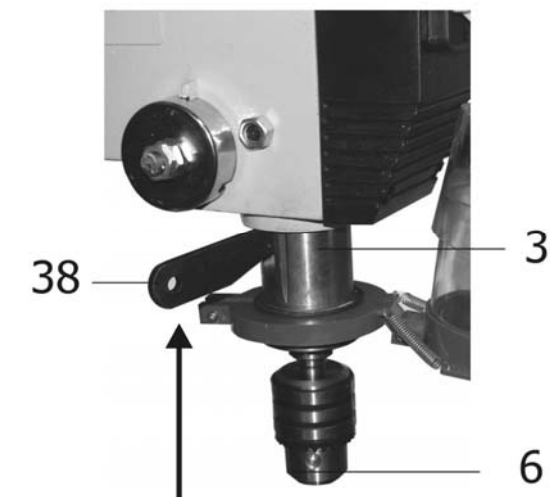

Рис.11
10.10. При необходимости можно использовать сверла с конусом MT2 для непосредственной установки в шпиндель, минуя использование сверльного патрона (6), Рис.11.
10.11. Для снятия сверльного патрона (6) из шпинделя используют клин (38), Рис.11. Для этого необходимо выключить станок согласно п.10.3, затем совместить вращением шпинделя паз в шпинделе с пазом на обойме (37), Рис.11. Вставьте в этот паз клин (38), Рис.11, и легкими ударами снизу вверх по клину (38), Рис.11, выталкивайте дорн (I) Рис.1 вместе со сверльным патроном (6), Рис.11, из шпинделя.